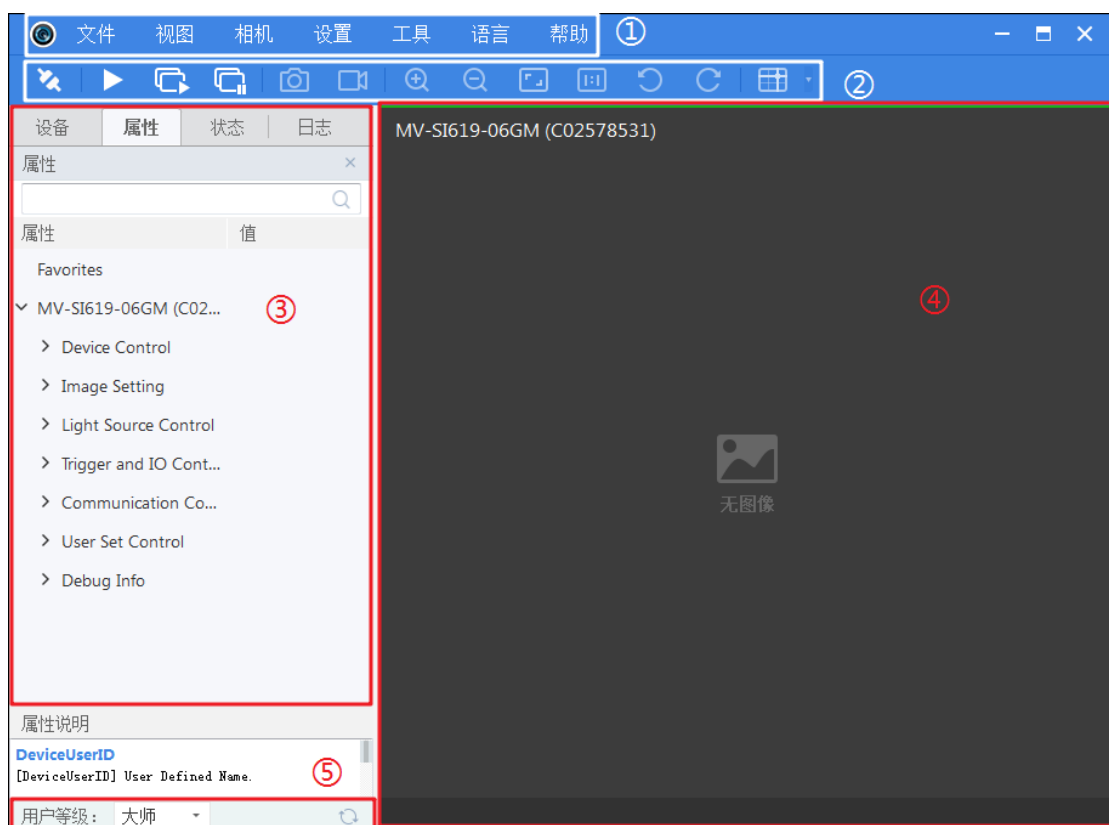

图3-4 MVS 主界面
MVS 软件启动后，主界面预览如图 3-4 所示。其中①②③④区域分别代表菜单栏区、控制工具条区、设备列表和属性区、预览区；⑤所示区域可快速切换当前的用户级别，可选用户级别有初级、专家、大师，不同级别可操作的设备属性有差异。